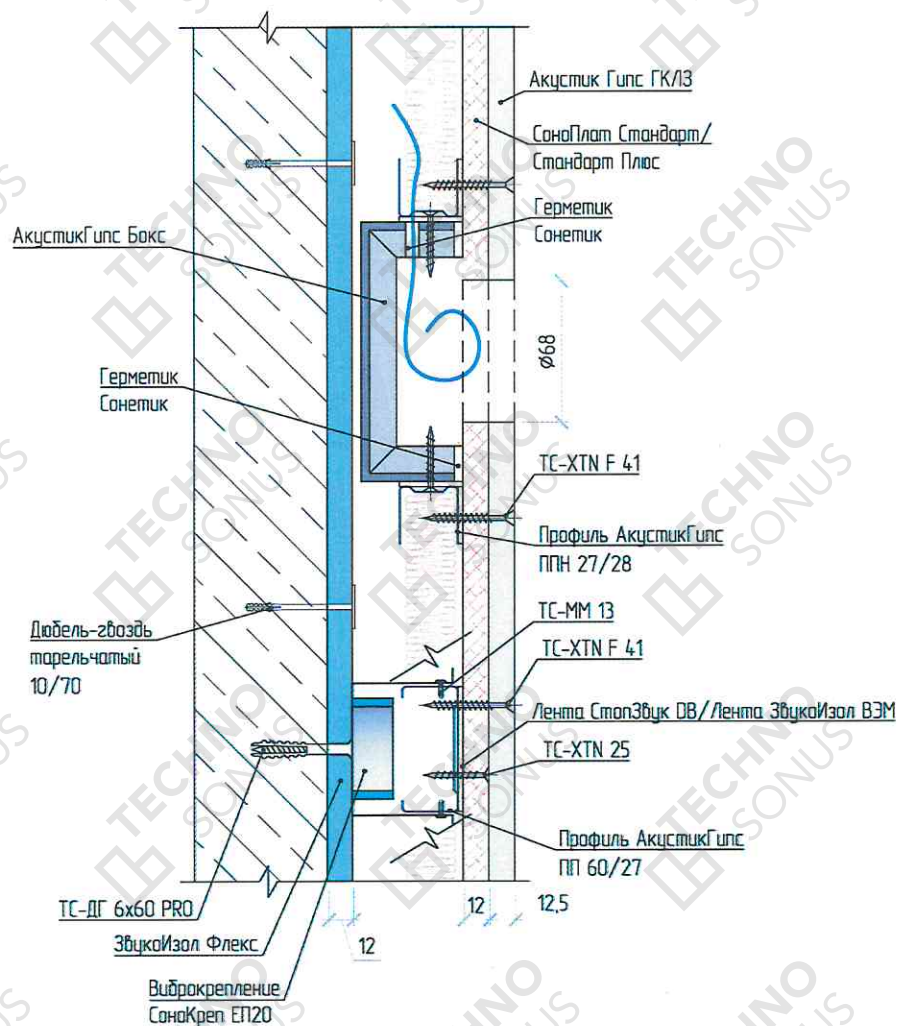

Рисунок 9 – Устройство звукоизоляции розеток в каркасной облицовке «Премиум П».
6.10. Выполнить установку звукоизоляционных подрозетников АкустикГипс Бокс (если предусмотрена проектом именно эта модель) при помощи устройства перемычек-закладных из профиля направляющего АкустикГипс Профиль ППН 28х27 (рисунок 9). Перед установкой АкустикГипс Бокс, в коробе необходимо просверлить отверстие диаметром больше сечения провода на 5 мм. Через него заводим провод и фиксируем к закладным на саморезы ТС-ММ 4,2х13. Важно установить АкустикГипс Бокс в одну плоскость с каркасом. После установки заполняем отверстие вокруг провода виброакустическим герметиком Сонетик.